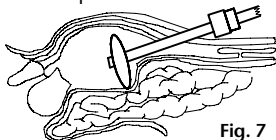

Fig. 7
4. *Sistema palloncino strutturale*: posizionare il sistema palloncino di modo che sia il rubinetto che la marcatura nera sul tubo del sistema palloncino siano rivolti verso l'alto, ossia in senso opposto alla parete addominale. Solo in questo modo si assicura che il palloncino strutturale sia correttamente posizionato per il sostegno meccanico dello spazio di lavoro peritoneale. Dopo il posizionamento dello strumento collegare la pompa a pallone di insufflazione con il collegamento trasparente al rubinetto in plastica aperto sull'attacco in plastica del tubo guida. Quindi gonfiare cautamente il palloncino mediante la pompa a pallone di insufflazione attraverso il rubinetto di insufflazione rivolto verso l'alto. Per l'insufflazione del sistema palloncino strutturale PAJUNK® azionare la pompa a pallone, a seconda delle condizioni anatomiche e se necessario sotto visione attraverso un endoscopio, per massimo 3-4 volte. L'insufflazione del palloncino determina una dissezione progressiva e l'ancoraggio nello spazio extraperitoneale. (Fig. 7)
Sistema palloncino con ancoraggio ad anello: dopo il posizionamento dello strumento collegare la siringa di riempimento piena d'aria (siringa di riempimento come da tabella in alto) al rubinetto in plastica/alla valvola antiritorno sull'attacco in plastica del tubo guida. Quindi riempire cautamente con aria il palloncino con ancoraggio ad anello premendo lentamente lo stantuffo (volume di riempimento max. secondo la tabella in alto). Al termine del processo di riempimento si raccomanda di chiudere il rubinetto in plastica sull'attacco in plastica (se presente) del tubo guida e di rimuovere la siringa di riempimento dal rubinetto in plastica/dalla valvola antiritorno con lo stantuffo della siringa premuto. Il riempimento del palloncino causa un progressivo gonfiaggio dell'ancoraggio ad anello (Fig. 7).